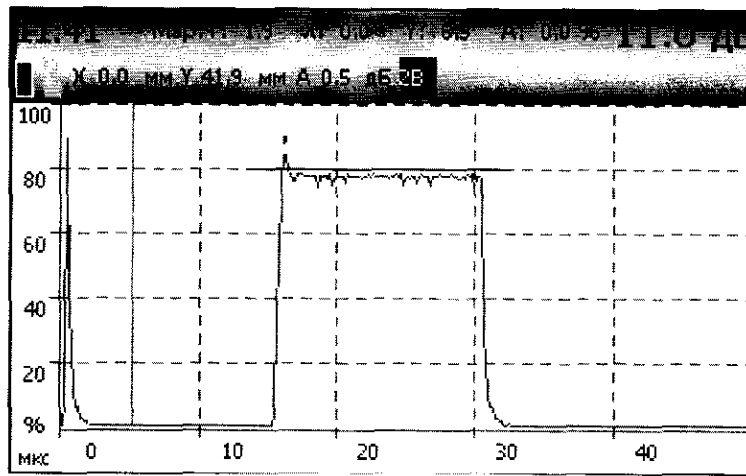

Рисунок 4 – Вид ИРС на экране дефектоскопа
8.4.5 Установить ослабление магазина затуханий 6 дБ. Регулятором усиления дефектоскопа установить амплитуду измерительного радиотехнического сигнала (далее – ИРС) на уровень 80 % по шкале экрана дефектоскопа (см. рис. 4). При необходимости отрегулировать уровень ИРС выходным напряжением генератора сигналов.